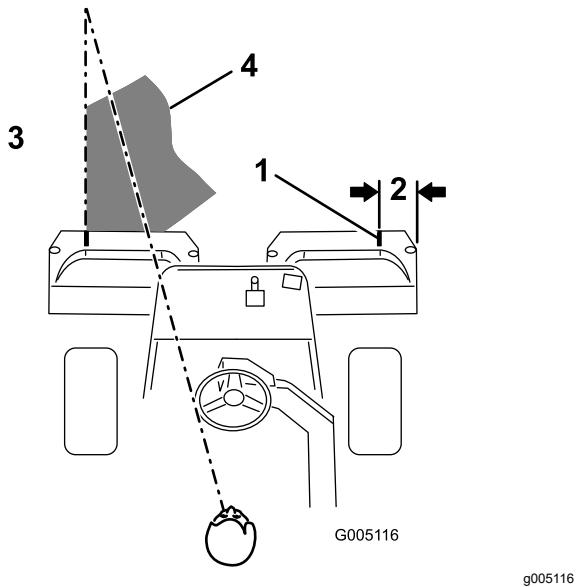

Bild 31
**Hinweis:** Damit Sie in einer möglichst geraden Linie über die Grüns fahren und einen gleichmäßigen Abstand zum zuvor gemähten Bereich einhalten, sollten Sie sich eine imaginäre Sichtlinie ungefähr 1,8 m bis 3 m vor der Maschine bis zum Rand des noch ungemähten Teil des Grüns vorstellen (Bild 31). Schließen Sie die äußere Kante des Lenkrads in die Sichtlinie mit ein, d. h. halten Sie die Kante des Lenkrads mit einer Stelle ausgefluchtet, die immer im gleichen Abstand von der Vorderseite der Maschine bleibt.